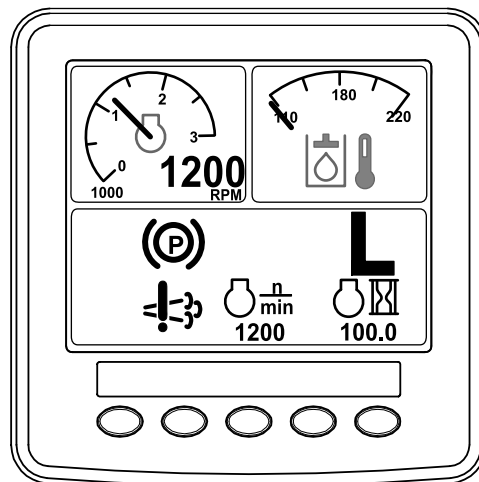

図 47
- インフォセンターに、リカバリ再生要求アイコンが表示されます 図 47。